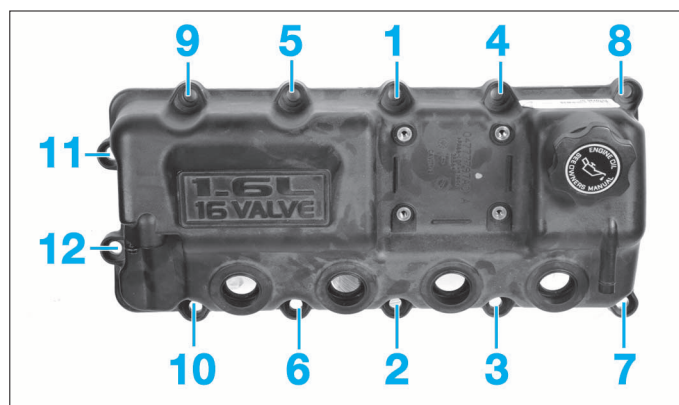

FIG. 13
- Pour la suite de la repose, procéder dans l'ordre inverse aux opérations de dépose en respectant l'ordre de serrage de cache culbuteurs (Fig.13).